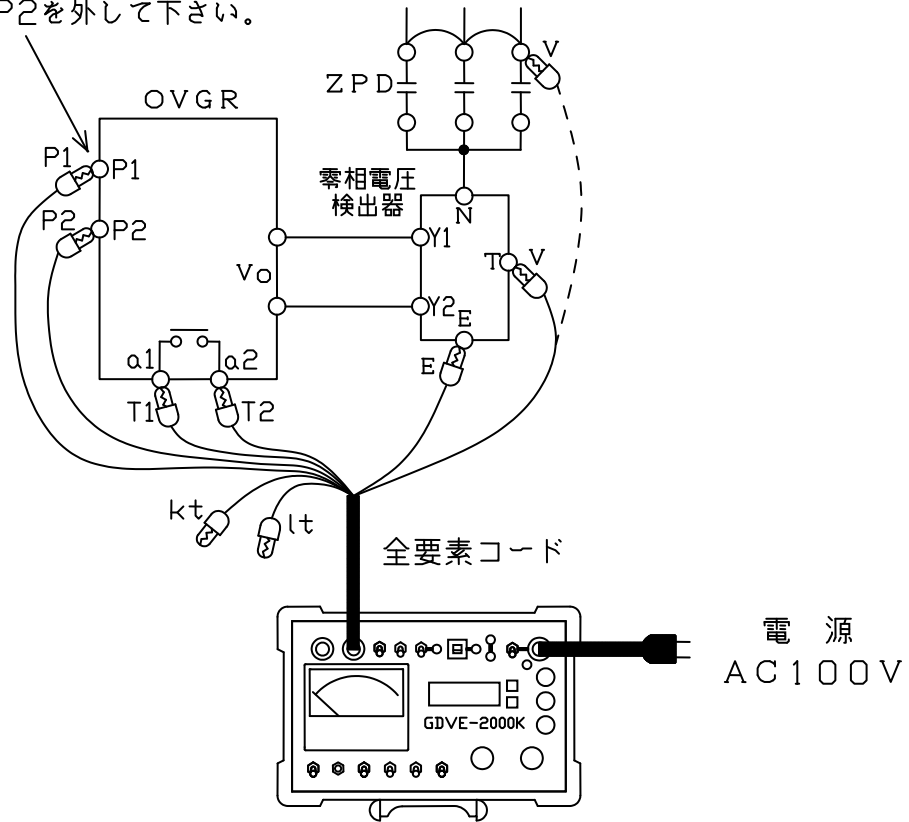

図7：試験回路図一単体試験（停電状態）
6. 以上のような点を注意し、試験回路を構成します。(図7、8)